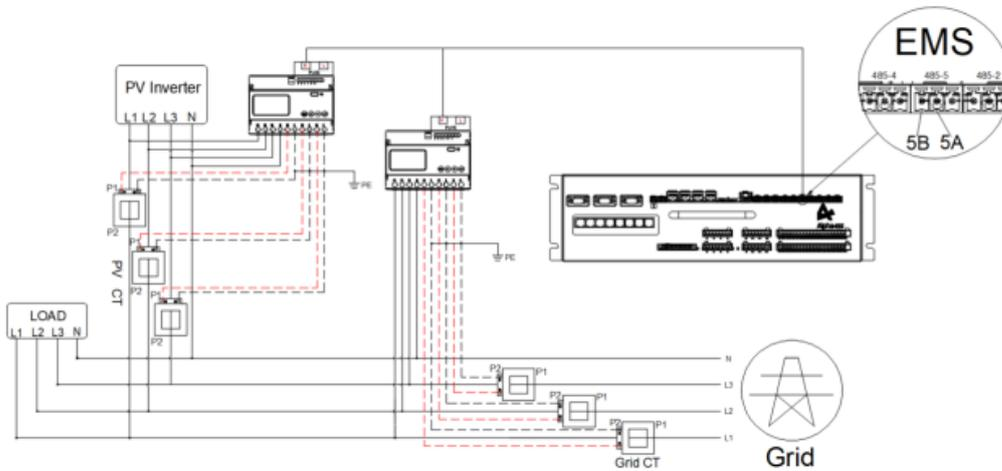
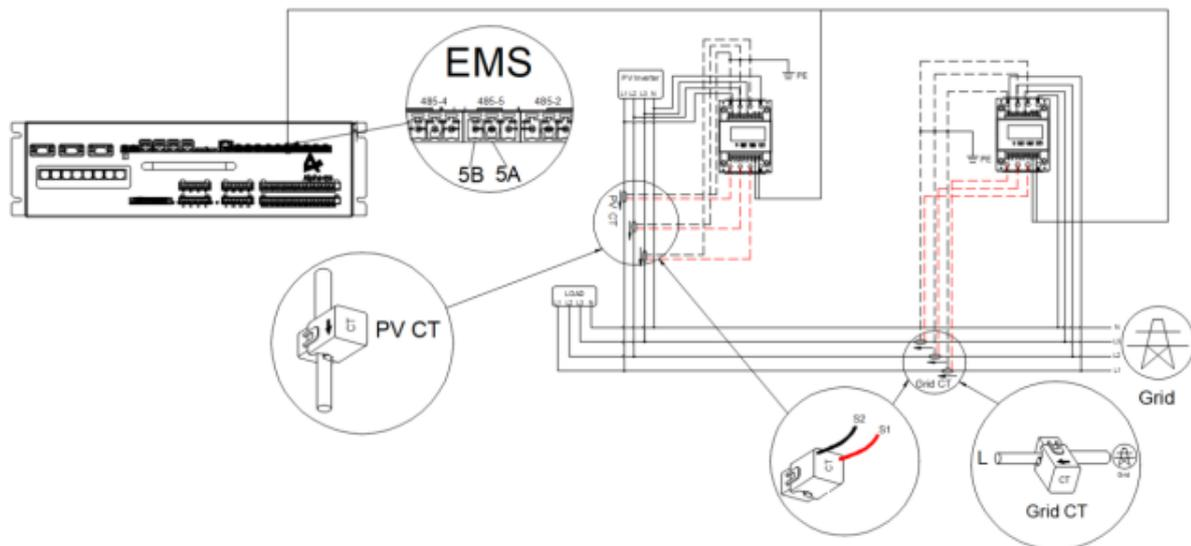

Abb. 4-11. Schematische Darstellung der Verkabelung mit den Stromzählern von Acrel ADL3000.
Abb. 4-12. Darstellung der Anschluss der Stromwandler.
Die Anschlusspunkte der Stromzähler werden anhand des Typs und der Marke mit unterschiedlichen Namen bezeichnet. Als Beispiel werden die Anschlüsse mit dem Stromzähler von Acrel ADL3000 und mit dem Stromzähler von Chint entsprechend mit Hilfe der Abb. 4-11 und Abb. 4-12 separat dargestellt.
In der Abb. 4-11 wird die Verkabelung der zwei Stromzähler von Acrel ADL3000 bzw. ein Netzzähler und ein PV-Zähler für den AC-Betrieb als Beispiel dargestellt. Für den Hybrid-Betrieb ist die Verkabelung von Netzzähler und PV-Zähler ganz identisch. Analog dazu wird der Netzzähler für den DC-Betrieb auch gleich angeschlossen, nur der PV-Zähler fehlt bei dem DC-Betrieb.
Der Anschluss der Stromzähler muss anhand des Dreiphasen-Vierleitersystems wie in der Abb. 4-11 durchgeführt werden. Die Richtung des Stromwandlers (CT) und die Position im Stromzähler für die Verkabelung mit den zwei Kabeln des Stromwandler müssen beachtet werden, z.B. Ia* sollte an S1 verknüpft werden, Ia sollte an S2 verknüpft werden. Die Anschlusspunkt der Stromwandler bzw. S1 und S2 wird in der Abb. 4-12 dargestellt.
Der Netzzähler wird mit dem Stromnetz und den Stromwandlern angeschlossen. Für den AC- oder Hybrid-Betrieb wird der PV-Zähler verwendet, der mit dem Wechselrichter und den Stromwandlern angeschlossen wird. Anschließend werden die Stromzähler mit der EMS verkabelt (siehe Abb. 4-11). Die Anschlusspunkte von den Stromzählern von Acrel und dem EMS werden in der Tab. 4-7 zusammengefasst.
In der Abb. 4-12 wird der Anschluss der Stromwandler von Chint dargestellt, dabei wird der Stromwandler mit der Abkürzung des englischen Namens bzw. CT in der Abbildung bezeichnet. Der Anschlusspunkt S1 vom Stromwandler wird mit der roten Farbe dargestellt, im Vergleich dazu wird der Anschlusspunkt S2 vom Stromwandler mit der schwarzen Farbe dargestellt.
Der Anschluss der Stromzähler von Chint muss anhand des Dreiphasen-Vierleitersystems wie in der Abb. 4-12 durchgeführt werden. Die Richtung des Stromwandlers (CT) und die Positionen im Stromzähler für die Verkabelung mit den zwei Kabeln des Stromwandler müssen beachtet werden, z.B. 1 sollte an S1 verknüpft werden, 3 sollte an S2 verknüpft werden.